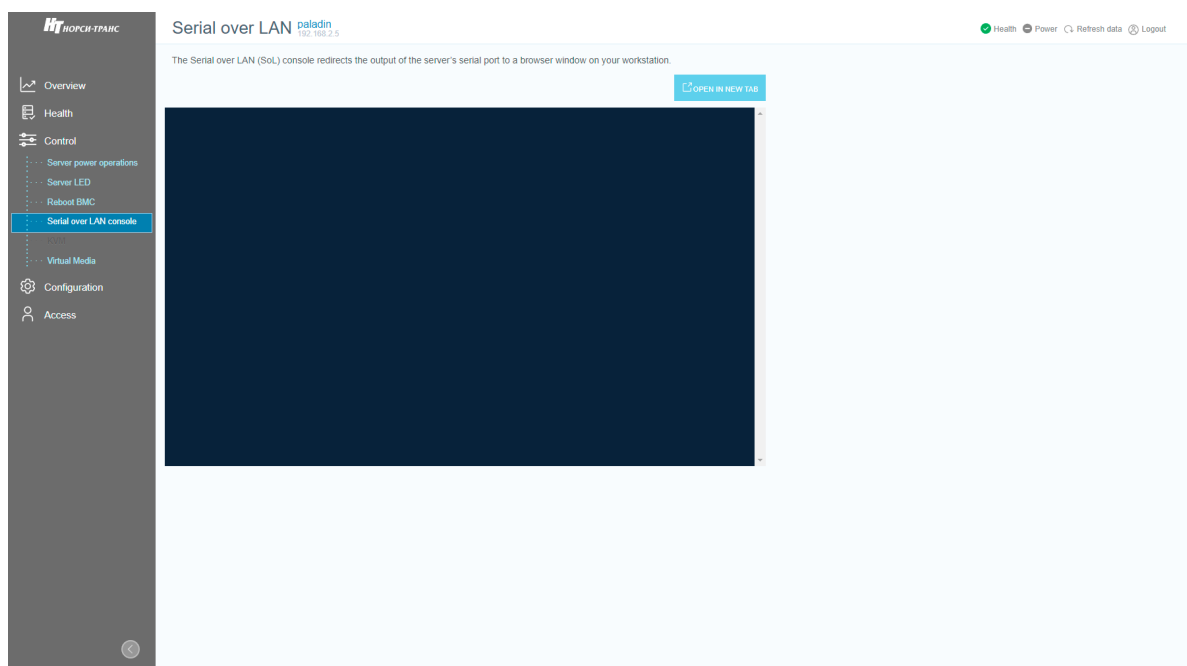

Рис. 80. Окно «Reboot BMC»
- 5) Пройдите во вкладку «Control» → «Serial over LAN» в данной вкладке осуществляется перенаправление выходных данных последовательного порта сервера в окно браузера вашей рабочей станции. Окно показано на рис. 80 Окно «Serial over LAN».